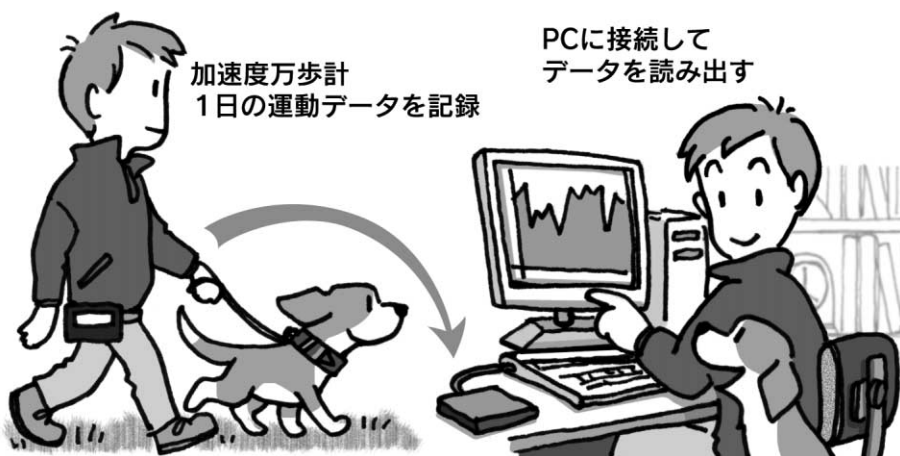

図2-1 加速度万歩計
- ▶ どのくらい運動したのかわかる。たとえば歩いたときより、より走ったときのほうが高くスコアされるというものができないかな、と考えてみました(図2-1)。